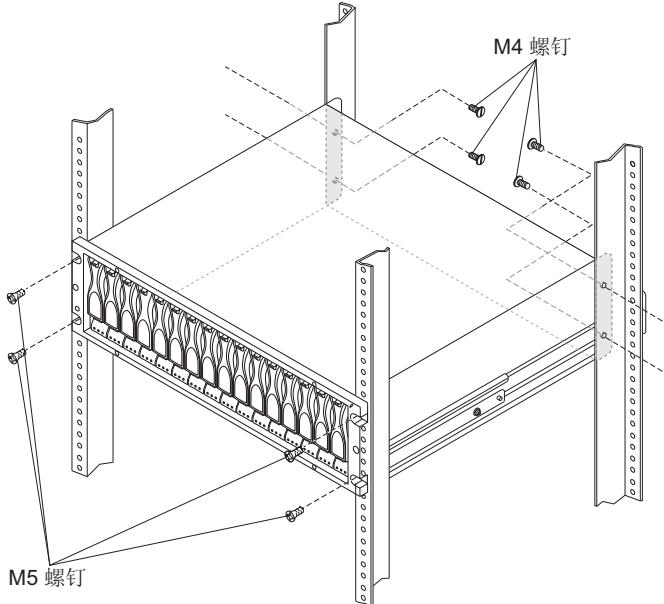

图 20. 将 DS5020 固定到机架式机箱
4. 固定存储子系统。第 39 页的图 20 显示如何将存储子系统固定到机架。
- c. 使用四颗 M5 螺钉固定 DS5020 的前端，如图 20 中所示。